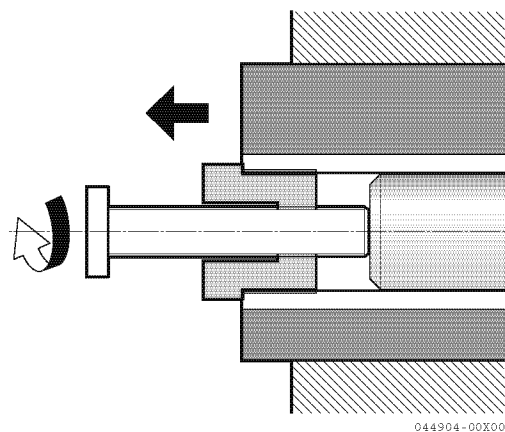

Figura 16
*Nota: Al sustituir un rotor usado por uno nuevo, el rotor debe tener una rosca de M24 x 2 (**Figura 16**). Gire el lado de la rosca M24 del rotor hacia el lado de la cubierta e instálelo.*